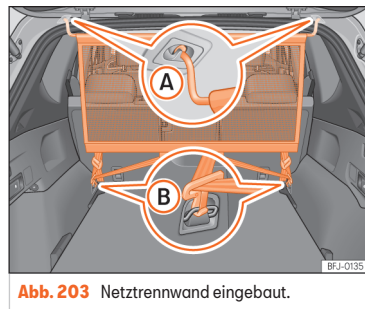

Abb. 203 Netztrennwand eingebaut.
- Netztrennwand in der linken Aufnahme am Dach »» (Abb. 203) A einhängen.
- Netztrennwand in der rechten Aufnahme am Dach durch Zusammendrücken der Querstange >>> [Abb. 203] (A) einhängen.
- Beide Haltehaken der Netztrennwand in die vorderen Verzurrrösen im Gepäckraum >>> [Abb. 203] (B) einhängen und die Gurte fest spannen.
- Haltehaken der Netztrennwand an den Verzurrrösen aushaken >>> [Abb. 203] (B).
- Netztrennwand an der rechten Aufnahme im Dach >>> [Abb. 203] (A) durch Zusammendrücken der Querstange aushängen.